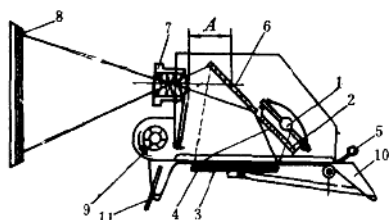

图1-1 实物反射幻灯机
2. 实物反射幻灯机 这种幻灯机可直接将照片、书刊上的文字、图表，或较小的实物等投影并放大到银幕上，省去制作幻灯片的麻烦。其结构如图1-1所示。它的光源为1000瓦镝灯，并配有滚筒式风机进行冷却。光源发出的强光经隔热玻璃板照射在托板上的实物或图画上，反射出来的光线经平面反光镜反射后通过放映镜头（物镜）在银幕上成象。光线经过几次反射损失较大，适宜于在较暗的室内使用。